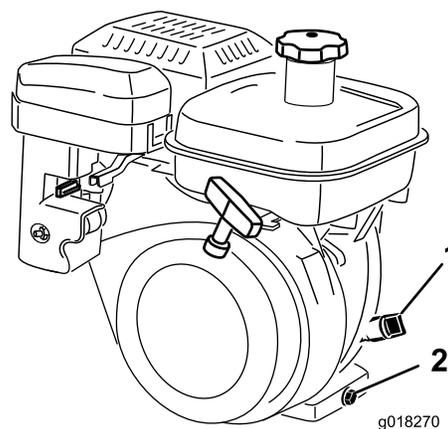

図 34
3. オイルゲージを左に回して抜きとる(図 34)。
2. 機体が水平になるように駐車し、オイルゲージの周囲をきれいに拭く(図 34)。
2. 機体下にあるドレンプラグの下に廃油受けを置く(図 34)。ドレンプラグをゆるめる。